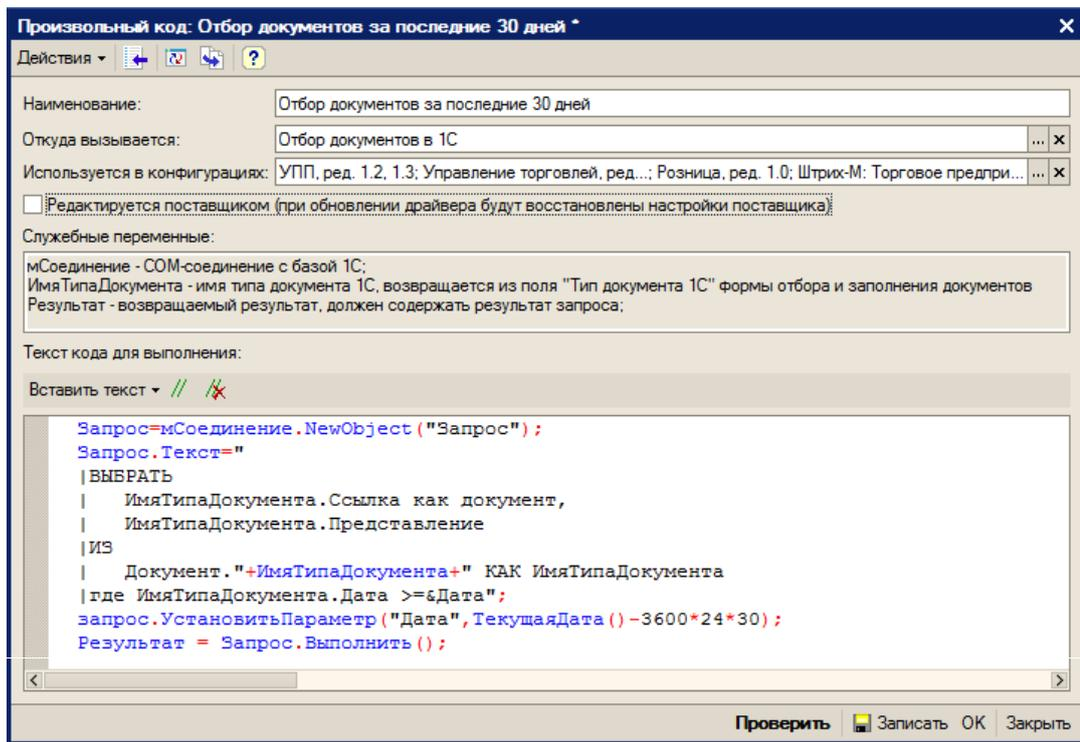

Рис.2.5. Использование произвольного кода для отбора документов
Произвольный отбор позволяет отбирать документы по какому-либо условию, заданному в виде программного кода. Произвольный отбор – элемент справочника «Произвольный код». Программный код должен быть составлен с учетом синтаксиса языка 1С и служебных переменных (поле «Служебные переменные» на рис.2.5), которые могут использоваться при написании кода.
- **«Откуда вызывается»** — откуда может вызываться произвольный код: «Заполнение табличной части документа ТСД», «Заполнение реквизитов документа ТСД», «Заполнение реквизитов документа 1С» и т.д. В нашем примере (рис.2.5) произвольный код вызывается при отборе документов (значение «Откуда вызывается» равно значению «Отбор документов в 1С»);